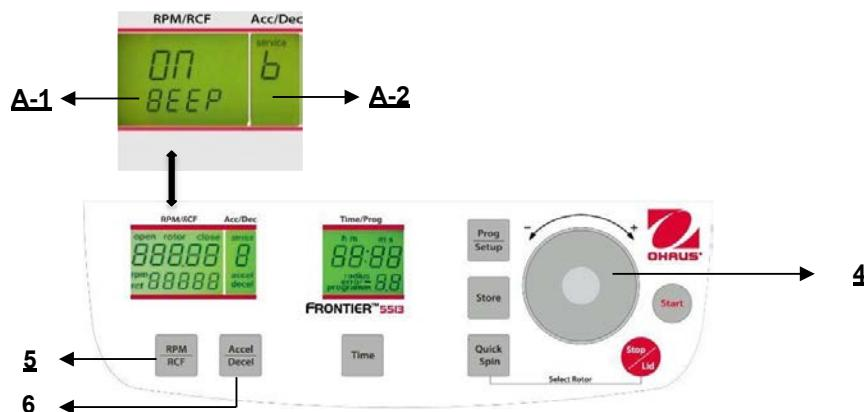

Figure. 30
Poursuivre conformément à la description du paragraphe 4.1.2 pour entrer dans ce mode de programme et appuyer ensuite sur la touche "Accel/Decel" (6). Sur l'affichage "Acc/Dec" (A-2), le mot "Service" clignote. Sélectionner maintenant la lettre "B" avec le cadran de réglage (4). Ceci entraîne l'apparition des mots "ON/BEEP" sur l'affichage "RPM/RCF" (A-1). Après avoir appuyé sur la touche "RPM/RCF" (5), l'utilisateur peut mettre le son du clavier sur Marche ou sur Arrêt avec le cadran de réglage (4). (voir la figure 30). Après avoir mémorisé les réglages (voir 4.1.2), vous pouvez revenir au mode de programmation normale en mettant hors tension la centrifugeuse pendant un court moment.